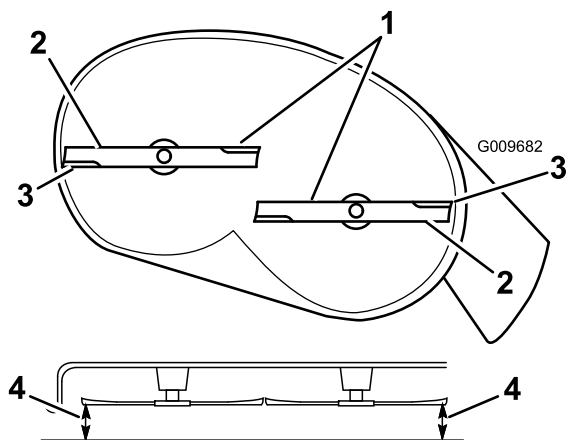
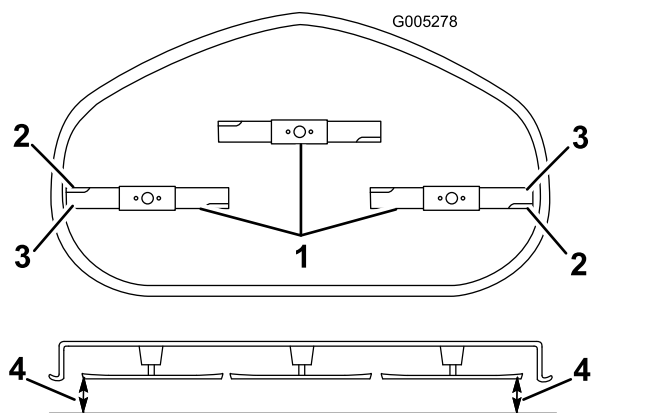

図 68
図 69
4. 注意深くブレードを回転させて、全部のブレードが左右方向を向くようにする 図 68 と 図 69。
5. 外側の刃先と平らな床面との距離を測定する 図 68と図 69。